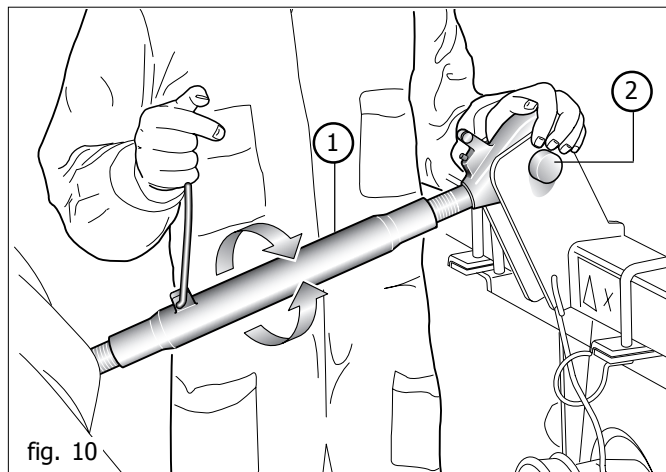
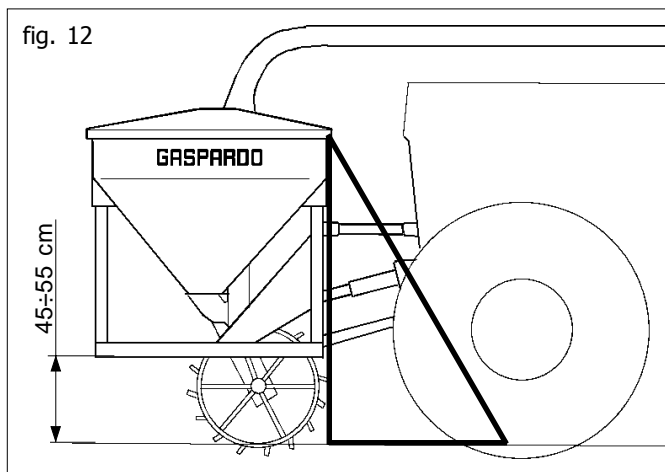

fig. 10
fig. 12
- 2) Relier le troisième point supérieur (2 Fig. 10); bloquer la cheville par la goupille "ad hoc". Positionner le semoir perpendiculairement au sol (Fig. 12) par l'entretoise de réglage (1 Fig. 10).
- 5) Soulever l'outil avant, enlever les pieds d'appui. Afin d'assurer la rotation de la roue de transmission, régler la hauteur du sol de l'outil en position de travail (45-55 cm Fig.12). Cette distance doit être maintenue constante pendant le labour.